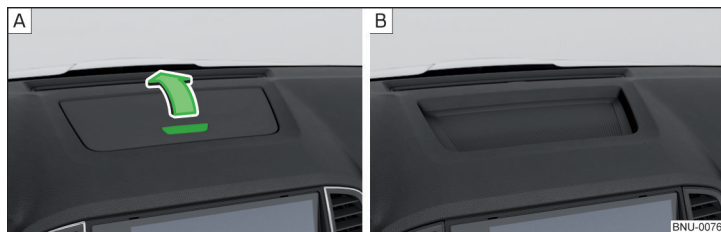

Fig. 108 Abrir compartimento guardaobjetos / Compartimento guardaobjetos no bloqueable
- Para **abrir**, pulsar la tecla » fig. 108 - **A**, la tapa abate en la dirección de la flecha.
En algunos vehículos, el compartimento guardaobjetos no tiene ninguna tapa » fig. 108 - **B** o tiene una reja de altavoces en vez de un compartimento guardaobjetos.